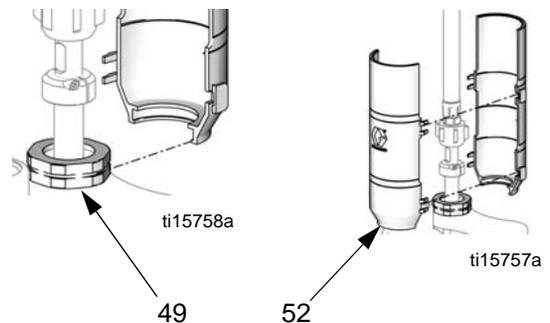

ABB. 2. Demontage und Wiederausbau der Abdeckung
Siehe Abb. 2. 2-teilige Abdeckung (52) abnehmen, indem ein Schraubendreher gerade in den Schlitz gesteckt und Verschluss aufgehebelt wird. Alle Verschlüsse so öffnen. Abdeckungen mit dem Schraubendreher **nicht** aufbrechen.